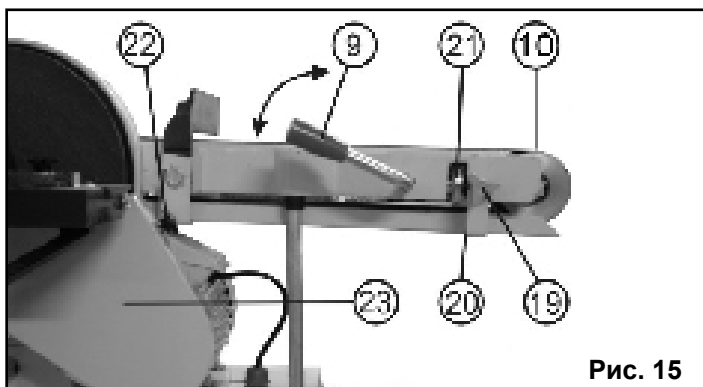

Рис. 15
12.1. Смена и регулировка шлифовальной ленты (Рис. 15)
12.2. Смена шлифовальной бумаги на диске (Рис. 15, 16)
Ослабьте фиксирующий винт (22) и откройте крышку (23) кожуха ремня, Рис.15.
12.3. Смена клинового ремня (Рис.15, 16, 17-схема сборки)
12.3.1. Ослабьте фиксирующий винт (22) и откройте крышку (23), Рис.15.
12.3.8. Закройте крышку (23) кожуха ремня и затяните винт фиксирующий (22), Рис.15.